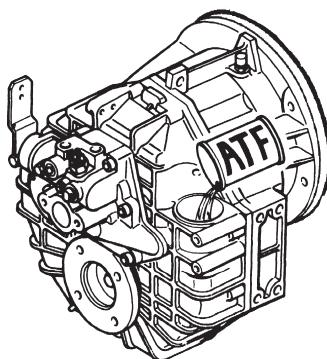

Fig. V-7
- 2.3.1 Fill with the following quantities of Automatic Transmission Fluid (ATF), and add the amount required for cooler and pipelines. (Figure V-7)
- 2.3.1 Riempire con olio per cambi automatici ATF rispettando le quantità sotto indicate; Aggiungere la quantità che si ritiene necessaria per il riempimento dello scambiatore di calore e dei relativi tubi di raccordo (fig.V-7)
- 2.3.1 Remplir avec les quantités suivantes d'huile A.T.F., et ajouter la quantité requise pour le refroidisseur et ses canalisations. (Fig. V-7)
2.3.1 Llenar con aceite para cambios automáticos ATF respetando las cantidades que a continuación se indican; añadir la cantidad que se considera necesaria para el llenado del enfriador y de los tubos del circuito de refrigeración (Fig. V-7).
2.3.1 Füllen Sie das Getriebe bis zur Max.-Markierung mit ATF-Getriebeöl (Automatic Transmission Fluid) plus der Menge, die für Ölkühler und Leitungen benötigt wird (Bild V-7).